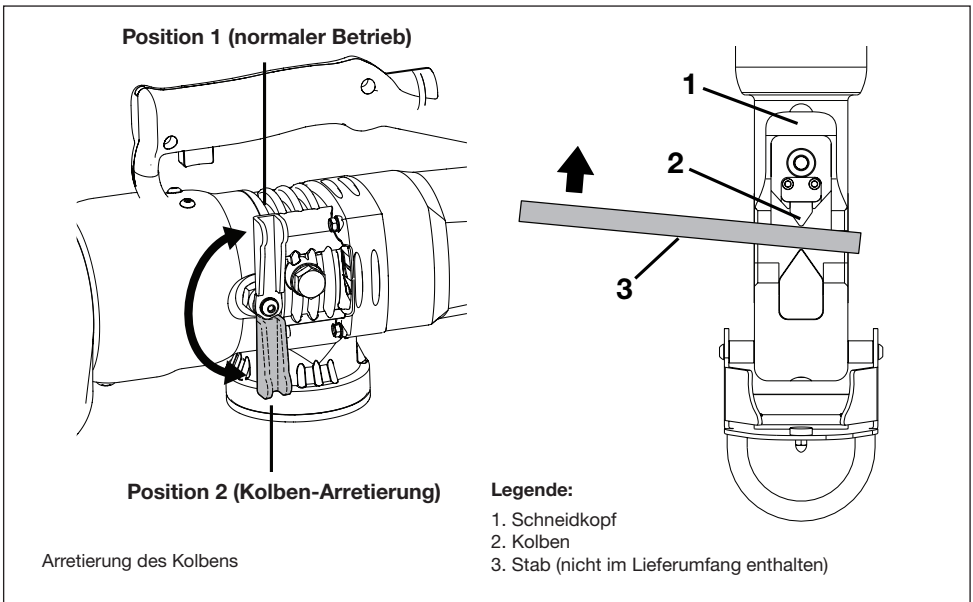

Abbildung 17, Manuelles Einfahren des Kolbens
3. Bewegen Sie die Arretierung des Kolbens im Gegen-Uhrzeigersinn, um den Kolben manuell freizugeben. Siehe Abbildung 17, Position 2.
4. Verwenden Sie einen starren Metallstab, um den Kolben manuell in das Schneidgerät zu drücken, bis dieser in die Ausgangsposition zurückgekehrt ist. Siehe Abbildung 17, Punkt 3. Damit sollten sich Schmutz oder sonstige Materialien lösen lassen, die verhindern, dass der Kolben im Normalbetrieb einfahren kann.
5. Bewegen Sie die Arretierung des Kolbens so weit wie möglich im Uhrzeigersinn, um das Schneidgerät auf normalen Betrieb umzustellen. Siehe Abbildung 17, Position 1.
8. Reinigen Sie den freiliegenden Bereich des Kolbens. Entfernen Sie in diesem Bereich Späne, Splitter oder Schmutz. Siehe Abbildung 17, Element 2.